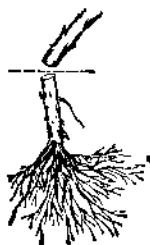

图 1
1. 将选好的一株完整的番茄，用水轻轻洗净，按照标本瓶直径的大小和高度，先剪下根部（图 1），再剪下果实部分（连茎叶），最后剪下主茎顶部（图 2），形成一株根、茎、枝叶、果实分离的完整的番茄。然后用竹筷削成 10 毫米左右长、两头尖的竹杆（图 3）二根，将根、果实、主茎顶部三个部分接好。再用竹筷削成比较细的二根，用棉纱线扎成十字形（图 4），横竖长短以能放进标本瓶为标准，不宜太短。再用棉纱线将番茄几个主要部分扎在竹架上（图 5）。扎好后，试放在空标本瓶内，如枝叶太多，可剪去不必要的部分，直到满意为止。但尽量多留一些，防止加热时被损坏。